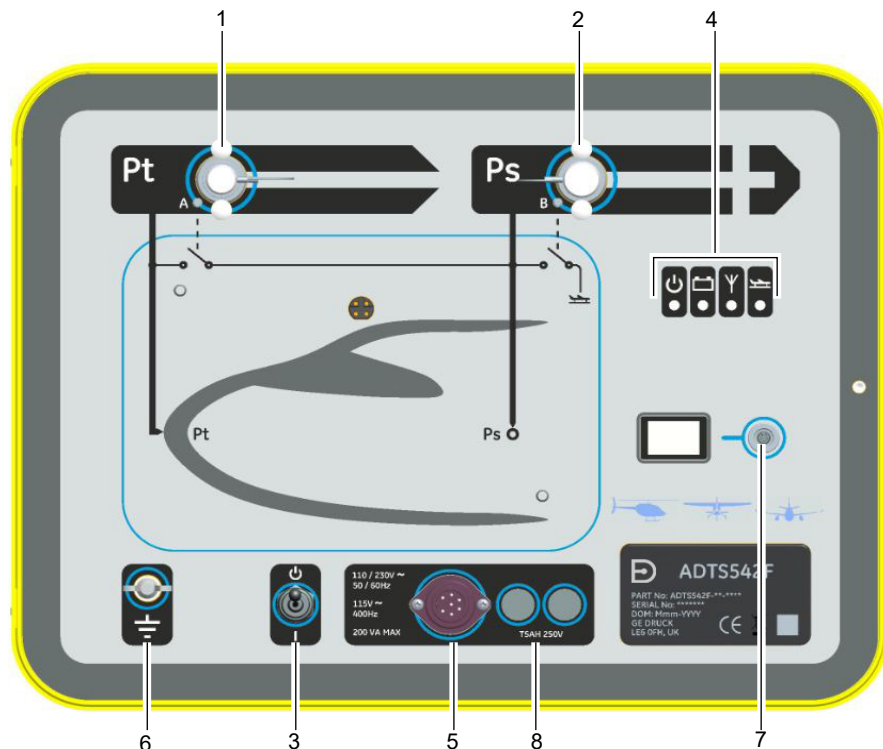

Abbildung 6: Frontblende des ADTS542F
Die beiden Hochleistungssicherungen (8) (siehe Abbildung 6), die sich in den Halterungen befinden und an der Frontblende angebracht sind, schützen das Gerät. Die Sicherungen sind mit dem spannungsführenden Kreis und mit dem Nullleiterkreis verbunden und wie folgt bemessen: T5AH 250V (5 A, 250 V)
3.1 Einschalttest (siehe Abbildung 6)